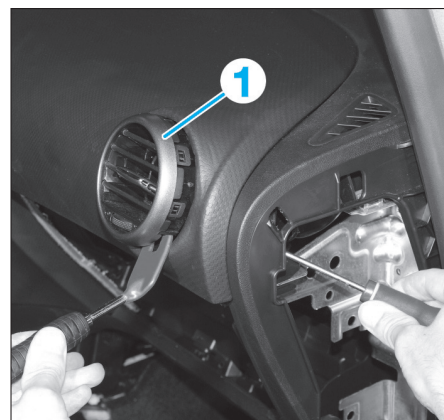

Fig. 48
- Débrancher le connecteur (2) du transmetteur de température d'air du diffuseur gauche. Faire de même du côté droit (Fig.48).